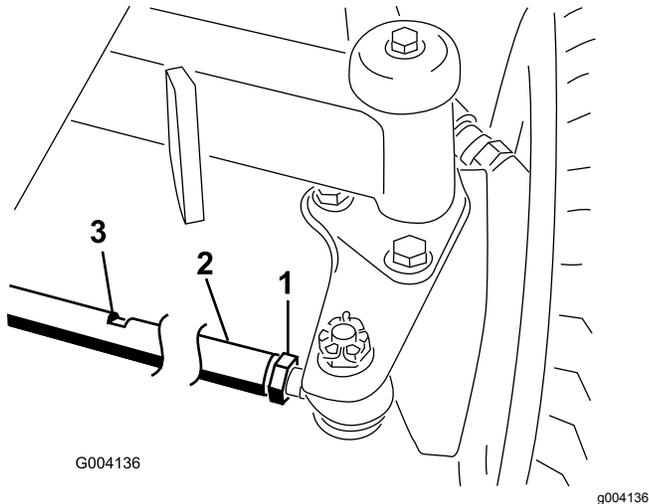

図 61
2. 各タイロッド 図 61 の端についているジャムナットをゆるめる。